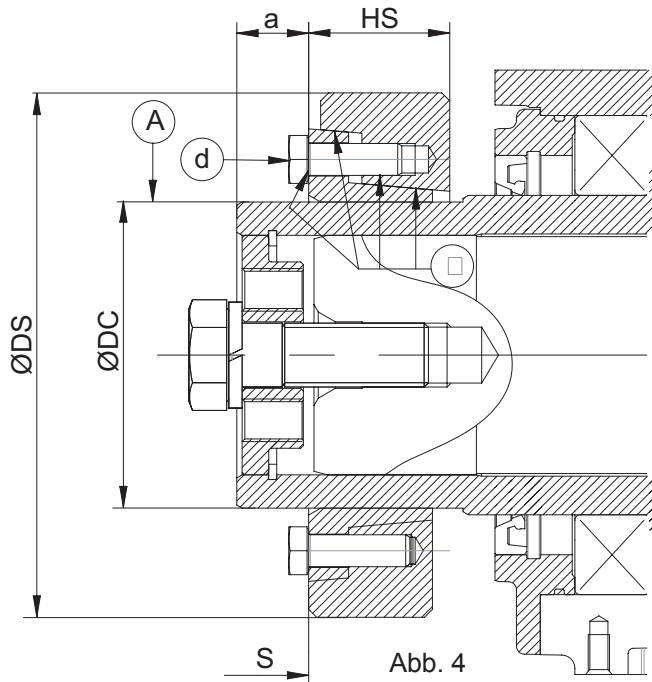

Abb. 4
- Den Sitz der Kupplung schmieren (Abb.4 Pkt. A).
- Bei Überholung der Kupplung diese ausbauen und die Stelle "C" einfetten (siehe Abb. 4).
- Die Kupplung auf ihren Sitz an der Getriebewelle aufziehen, hierbei die Schrauben nicht festziehen, und gemäß Maß "a"(siehe Abb. 4) ausrichten.
- Der vorschriftsmäßige Einbau der Kupplung lässt sich mit einer Sichtinspektion feststellen, da die zwei Frontflächen des Innen- und Außenrings auf der gleichen Ebene liegen müssen (siehe Abb. 4 Pkt. S).